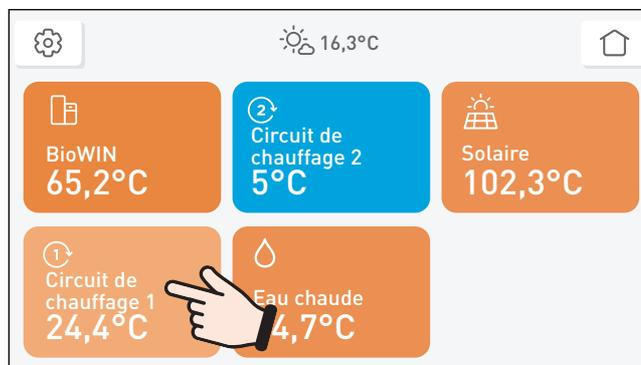

Fig. 16 Menu principal
- ▶ Dans le menu principal, appuyer sur le circuit de chauffage souhaité – Fig. 16.